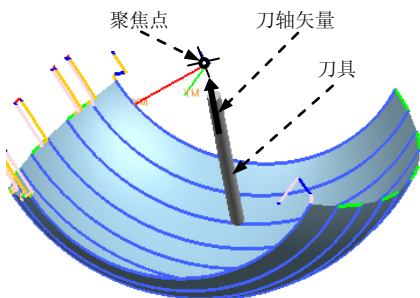

图 5.4.8 “朝向点”刀轴矢量（一）
- **朝向点**：选择此选项后，系统弹出“点”对话框，可以通过“点”对话框创建一个聚焦点，所有刀轴的矢量均指向该点，如图 5.4.8 ~ 5.4.9 所示。参考文件路径：D:\ugnx7.9\work\ch05\ch05.04\ point_to.prt。